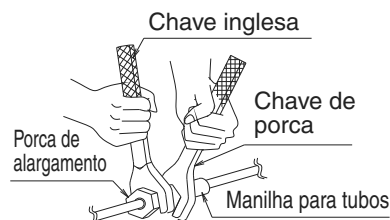

Fig. 11
- Certifique-se de que utiliza uma chave-inglesa e uma chave de porcas em conjunto, conforme ilustrado no desenho, ao ligar e desligar tubos da unidade. **(Consulte a Fig. 11)**